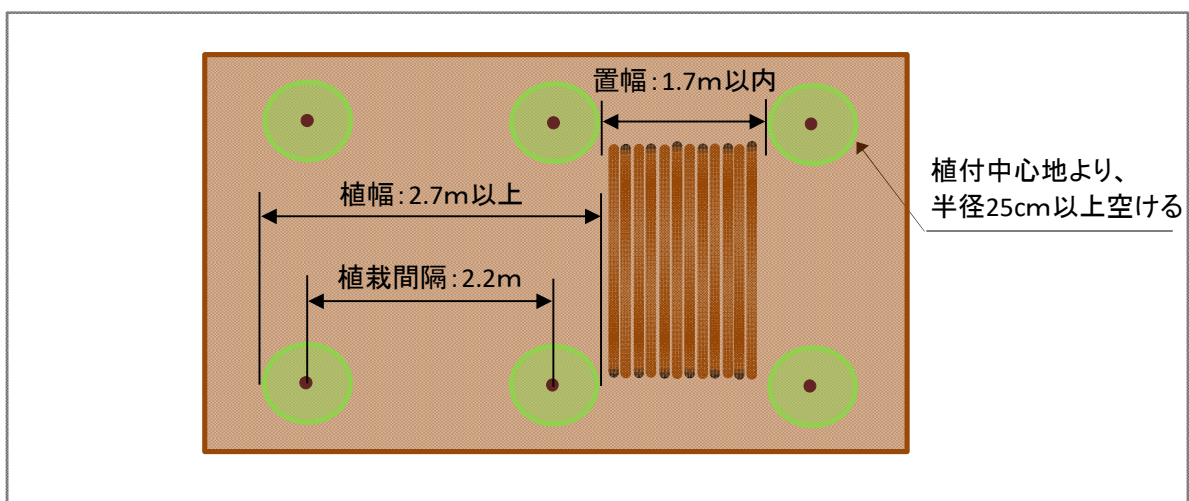

図1
- ① 獣害防護柵（以下、柵）のネット設置箇所に存在する切り株等は、可能な限り地際から処理すること。
- ② 本作業における植幅及び置幅は以下のとおりとする。（図1参照）